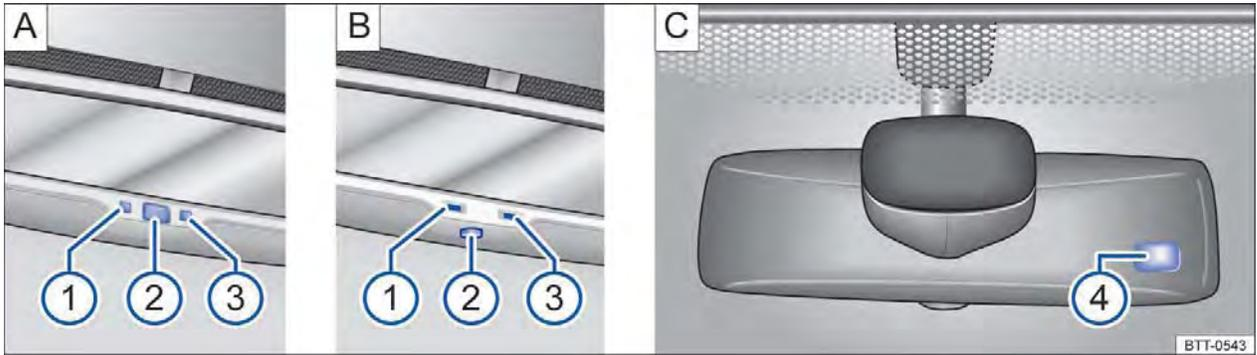

Fig. 95 No para-brisa: espelho retrovisor interno com antiofuscante automático.
Legenda para Fig. 95:
- ① Luz de controle.
- ② Interruptor.
- ③ Sensor para reconhecer a incidência de luz por trás.
- ④ Sensor para reconhecer a incidência de luz pela frente.
O antiofuscamento automático pode ser ligado e desligado com o interruptor no espelho retrovisor interno \Rightarrow Fig. 95 A ② ou \Rightarrow Fig. 95 B ②. Com o antiofuscamento automático ligado, a luz de controle \Rightarrow Fig. 95 A ① ou \Rightarrow Fig. 95 B ① se acende.